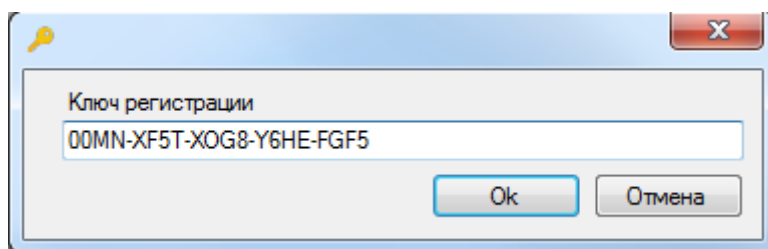

Рисунок 4.3
4.1.1.5 Ключ регистрации необходимо ввести в поле окна, отображаемое после нажатия кнопки **Ввести ключ регистрации** (см. рисунок 4.3). После ввода ключа регистрации нажать кнопку **Ок**.